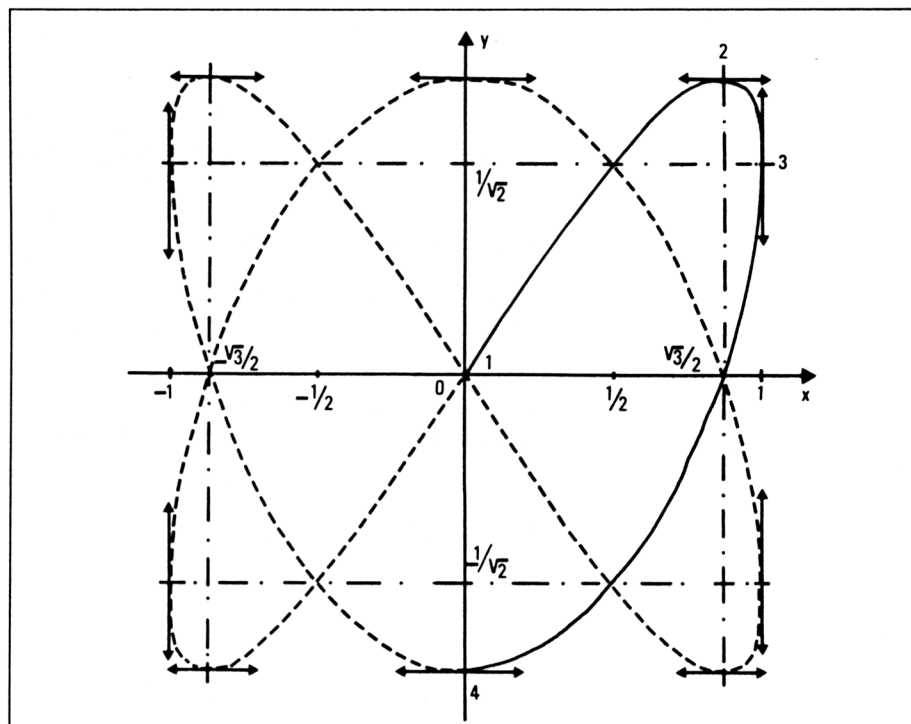

Fig. 4
- Représentation graphique (Fig. 4) :